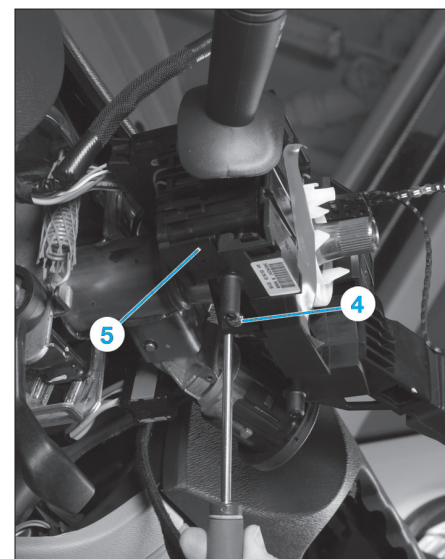

Fig. 4
- Déposer l'ensemble des commandes sous volant (Fig.4) :